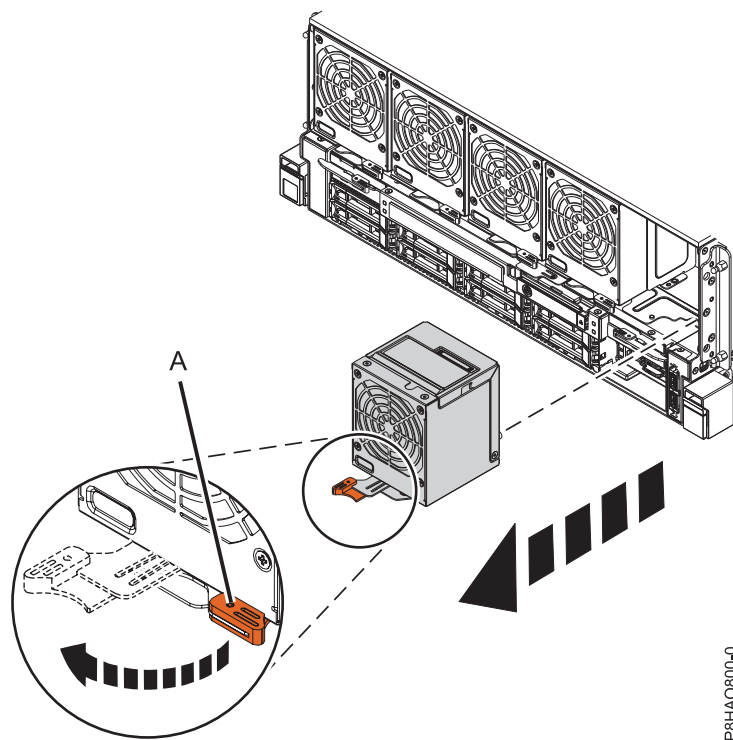

Figure 8. Retrait du ventilateur avant
1. Faites pivoter la poignée du ventilateur (A) dans le sens indiqué dans la figure 8, à la page 9 afin de dégager le ventilateur de son logement.